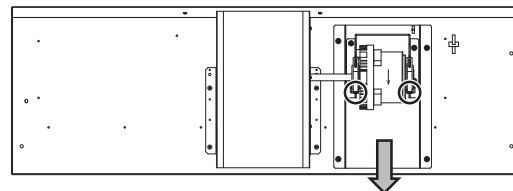

Fig.3
5. Removing the fan and fan motor (Fig.3)